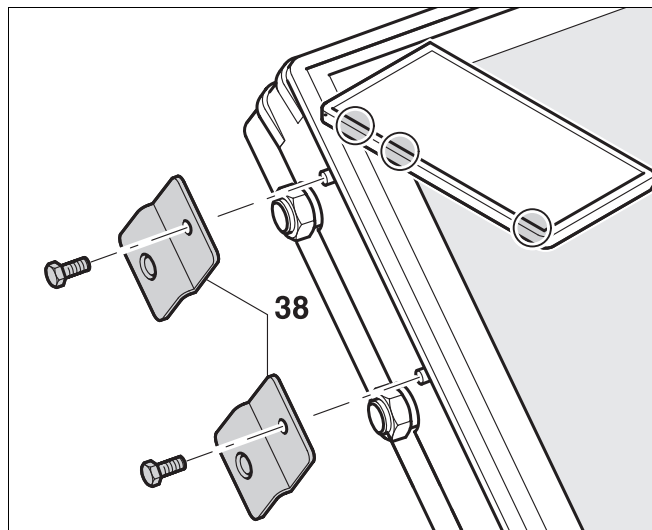

Abb. 50 Transportsicherungen abmontieren
- Die Transportsicherungen (38) am nicht benötigten unteren Anschluss am linken äußeren Kollektor entfernen (siehe Abb. 50).